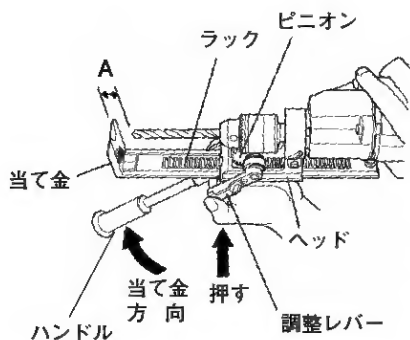

図 11
被加工材の形状および厚さに応じて、錐の刃先と当て金の距離 A（図 11）を調整します。
(1) 図 11 のように調整レバーを押したまま、ハンドルを当て金方向に移動させ、ラックとピニオンのかみ合いを解除します。（これでヘッドは移動可能になります。）
(2) 被加工材に合わせて、錐の刃先と当て金の距離 A を調整します。